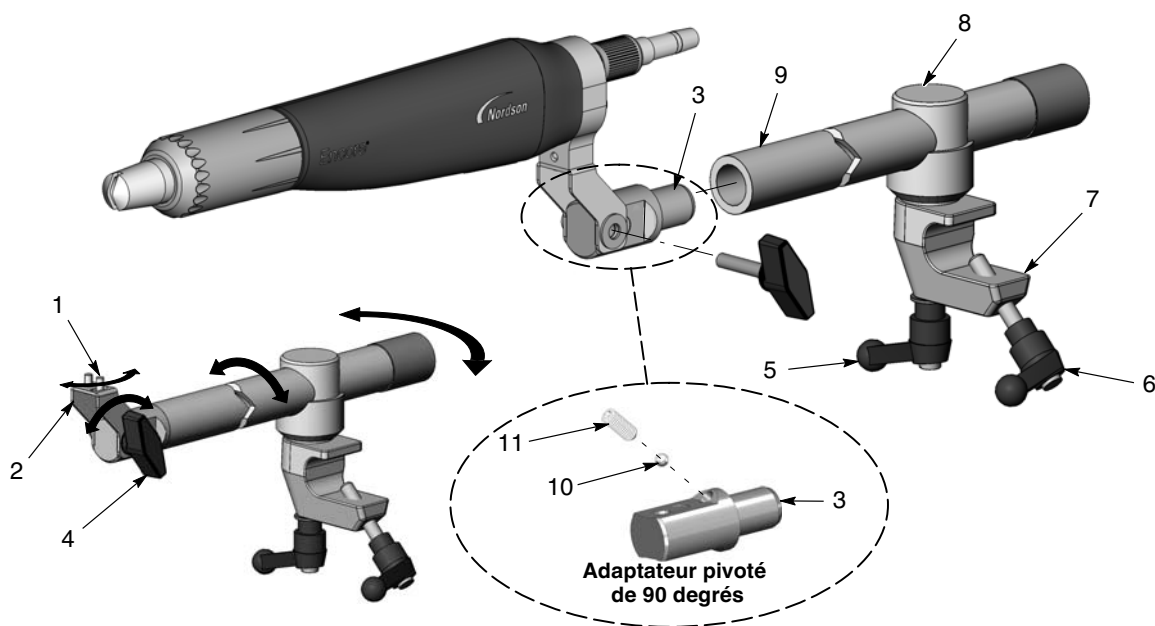

Figure 4 Fixation du pistolet sur barre
Voir la figure 4. Monter l'adaptateur de fixation sur barre (3) pour pistolet dans l'extrémité de la barre de réglage (9) et la bloquer en serrant la vis de blocage (11) avec une clé Allen de 4 mm. Voir la référence du pistolet à fixation sur barre à la page 47.
- Desserrer la vis à tête plate (1) de droite pour déplacer la pointe du pistolet d'un côté à l'autre.
- Pour basculer la pointe du pistolet vers le haut ou le bas, desserrer le bouton d'inclinaison (4).
- Pour faire tourner la barre de réglage sur l'axe du corps de blocage (8) ou dans le corps de blocage, desserrer la poignée de rotation (5).